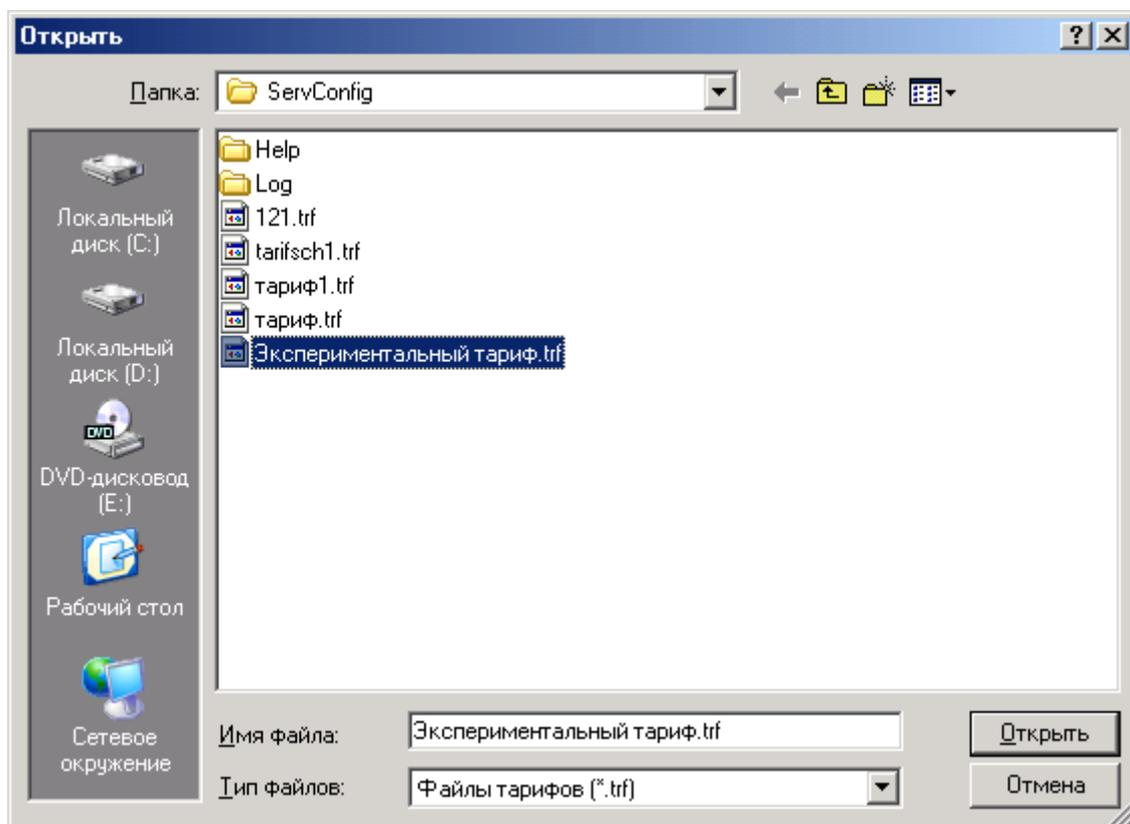

Рисунок 3.31
3.3.7.4 При наличии тарифного расписания в виде файла на панели *Тарифное расписание* следует нажать кнопку *Установить тарифное расписание из файла*, выбрать файл с тарифным расписанием (рисунок 3.31) и на панели *Тарифное расписание* нажать кнопку *Записать*.